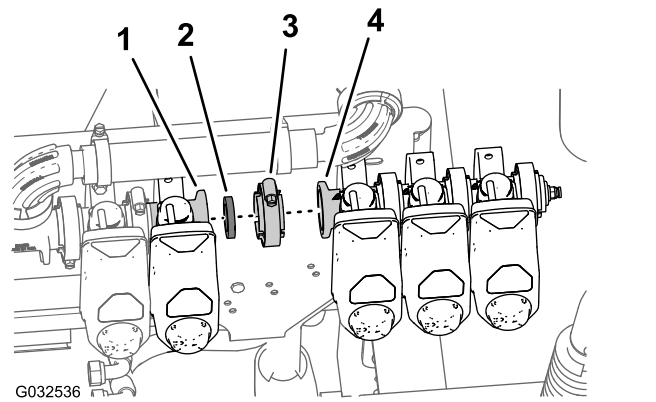

Bild 91
- Fluchten Sie die Dichtung und den Flansch des linken Abschnittsventils (als Düsenventil 8 identifiziert) mit dem Flansch des Düsenventils 7 aus (Bild 91).
- Befestigen Sie die Dichtung und das Düsenventil 8 mit einer Flanschklammer lose am Düsenventil 7 (Bild 91).